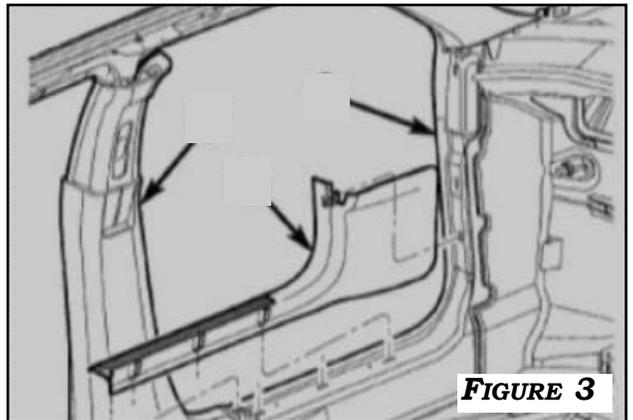

FIGURE 3
3. DISENGAGE CLIPS TO REMOVE THE FRONT DRIVER SIDE DOOR SCUFF PLATE. **FIGURE 3**